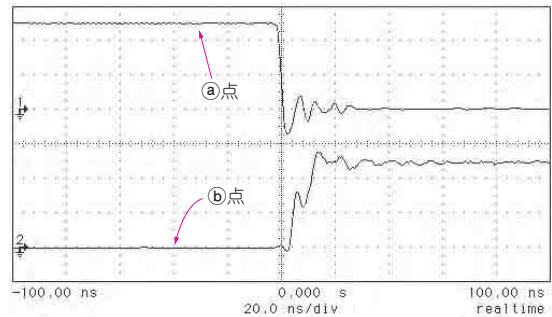

図3-2 図3-1で50 cmの線路を接続したときの入出力波形(2 V/div, 20 ns/div)
と出力ピン（図3-1の②点）の波形を図3-2に示します。図3-2の出力ピンの波形から分かるように、IC₁の出力の立ち上がり波形は一度で立ち上がらず、途中で「段」が付いた波形になっています。